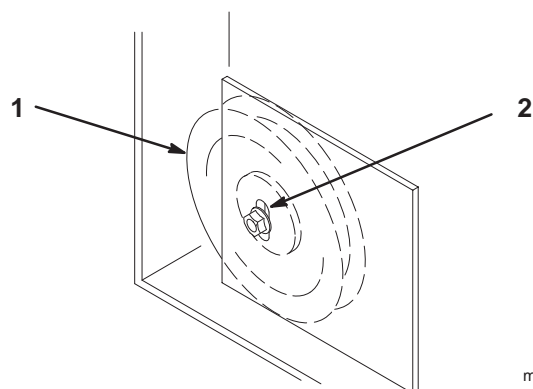

Figure 65
9. Si un réglage est nécessaire, desserrez la poulie de renvoi fixe à droite de la plaque de support et déplacez-la en haut ou en bas de la fente de réglage (Fig. 65). Pour détendre la courroie, tirez sur la poulie de tension rappelée par ressort.